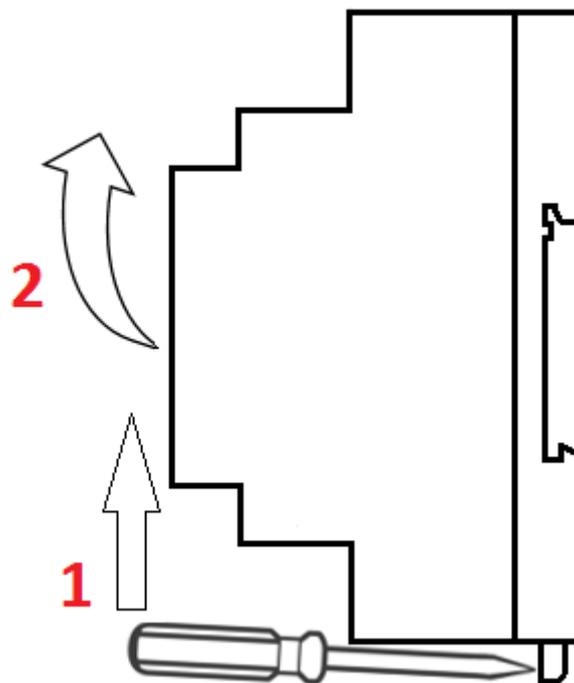

Рисунок 4.3 – Демонтаж прибора с DIN-рейки
- отжать защелку по стрелке 1 (см. рисунок 4.3);
- отвести контроллер от DIN-рейки по стрелке 2 (см. рисунок 4.3).